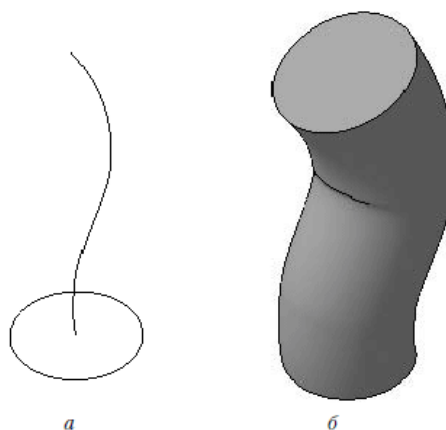

Рис. 3.7. Кинематическая операция: эскиз и траектория операции (а), трехмерный элемент (б)
- *Кинематическая операция.* Поверхность элемента формируется в результате перемещения эскиза операции вдоль произвольной трехмерной кривой (рис. 3.7). Эскиз должен содержать обязательно замкнутый контур, а траектория перемещения – брать начало в плоскости эскиза. Разумеется, траектория должна не иметь разрывов.